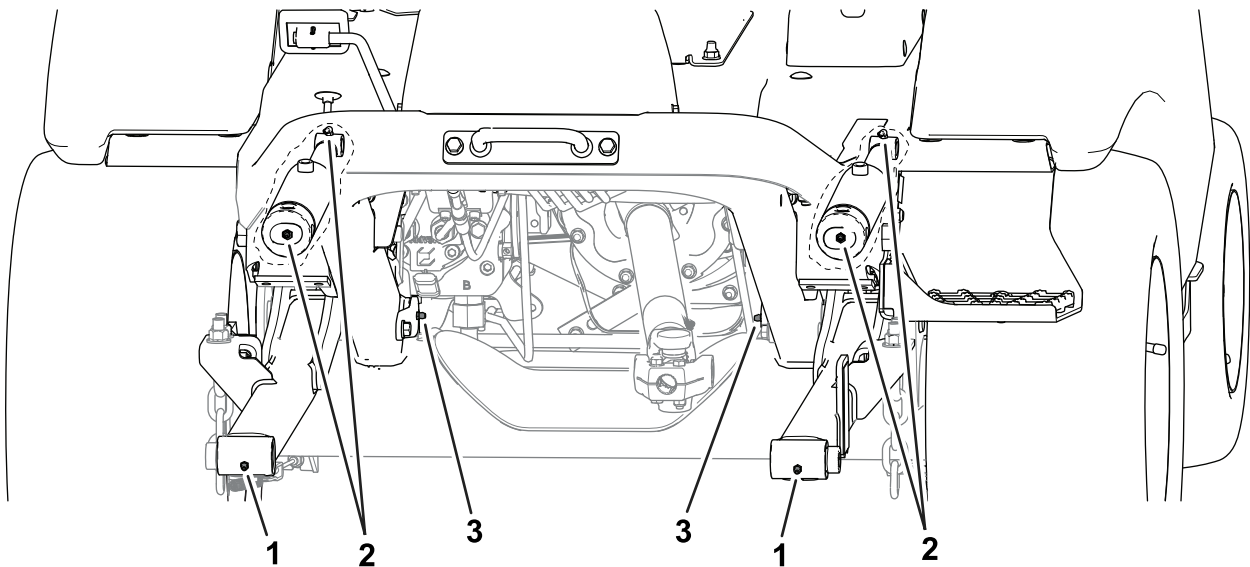

Bild 47
- **Vorderseite der Maschine (Bild 47):**
- Drehgelenke des Anbaugeräts (2)
- Hubzylinderbüchsen (2)
- Hubarm-Lagerbolzen (2)